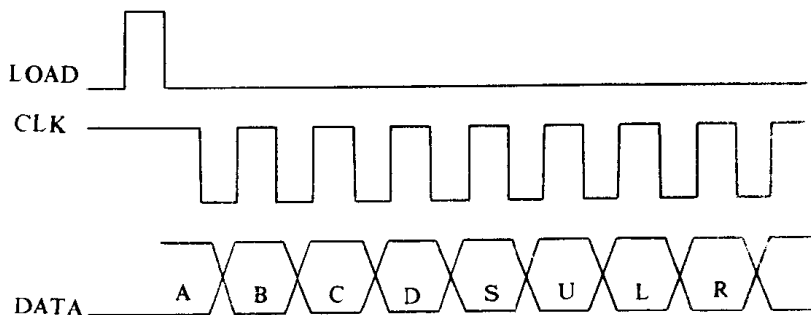

图 3.9.4 LOAD、CLK、DATA 时序波形
相连,那么 CD4021 芯片进入并行输入/串行输出工作状态。此时,若按下 K1 或 K2 键,则两个振荡电路的输出脉冲就进入 CD4021 芯片的管脚①或①⑤,而由管脚③的 Q8 输出数据经插口 CZ1 的管脚④DATA 接线柱,再经接口电路送往 CPU 的 D0 数据端口。CPU 对此数据处理后,画面图象产生相应的动作。若不按下 K1、K2 键,而仅按下 K3 ~ K8 六个键中的任一个键,由于它们和 P1 ~ P6 相连,那么同样可以由 CD4021 芯片的管脚③Q8 输出相应的数据送往 DATA 端口,最终送至 CPU 的 D0 端口。显然,此时游戏机能按键进行操作。插口 CZ1 的接线柱②脚的 CLK 时钟信号来自于接口电路中 IC1 74LS368 的 Y3;接线柱③脚的 LOAD 加载信号来自于 CPU 的 CLK10。LOAD、CLK、DATA 的时序波形如图 3.9.4 所示。